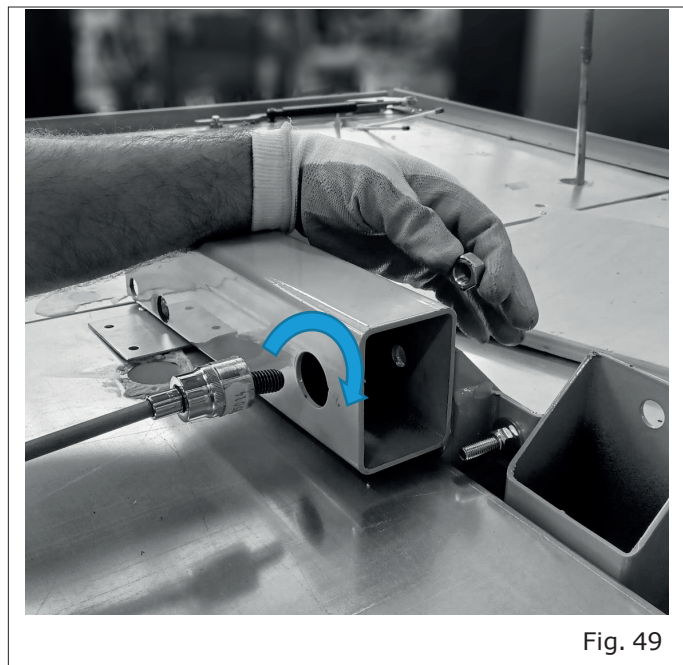

Fig. 49
- Fixez le longeron supérieur du meuble de tête à la structure support de la gongola à l'aide de la vis et de l'écrou ("Fig. 49). Avant de serrer le boulon, régler la hauteur du meuble de tête.